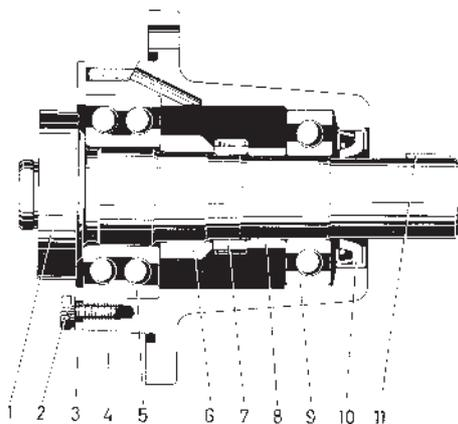

Fig. 120. Entraînement de la pompe d'injection
1. Enlever la clavette (11, figure 120).
2. Enlever les vis de fixation (2) ainsi que la rondelle (3).
3. Extraire l'arbre et le roulement, les douilles d'écartement et le pignon de compte-tours du carter. Si le roulement (9) n'est pas entraîné avec les autres pièces, le démontage devra se faire en deux étapes. Démontez les roulements et le pignon du compte-tours.
4. Démontez la bague d'étanchéité (10) du carter.